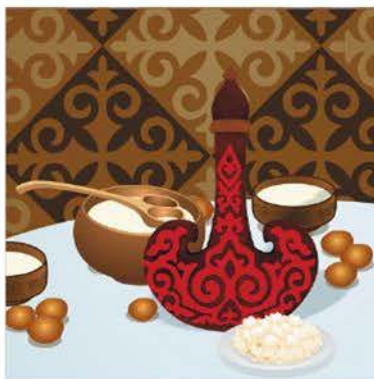

Рисунок 17.20 Графический дизайн торсыка
**17. Разработать дизайн казахского национального сосуда для кумыса (рисунок 17.20).** В ходе работы изучить материал, форму, размеры торсыка, орнамент на нем. Для предложенного варианта разработать эскизы, 3D-модель, развертку.